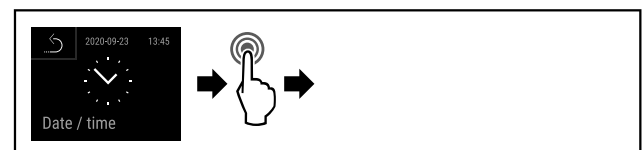

Fig. 106
- ▶ Провести етапи операцій (див. Fig. 106) .